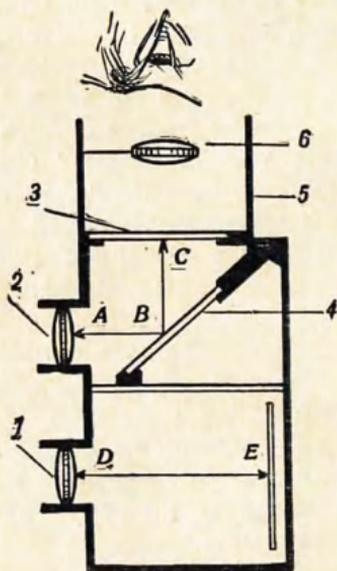

Рис. 22. Схема двухобъективного зеркального фотоаппарата
**Первый тип** — это *двухобъективная* зеркальная камера. На рис. 22 приведена схема такого аппарата. Аппарат состоит как бы из двух этажей. Нижний его этаж представляет собой собственно фотоаппарат, снабженный рабочим объективом 1, а верхний конструктивно очень похож на описанный ранее зеркальный видоискатель и выполняет его роль. Эта часть аппарата состоит из самостоятельного объектива 2, называемого визирным, матового стекла 3 и зеркала 4, установленного под углом  $45^\circ$  к оптической оси объектива. Но, в отличие от обычного зеркального видоискателя, в котором объектив неподвижен, визирный объектив может перемещаться вдоль своей оптической оси. Оба объектива, визирный и рабочий, смонтированы на одной общей подвижной доске или механически связаны между собой и перемещаются одновременно.
Чтобы лучше видеть изображение, над матовым стеклом устанавливают светозащитную шахту 5 (рис. 22), которая обычно делается складной. Для достижения более высокой точности наводки матовое стекло часто заменяют в аппарате плоско-выпуклой (увеличительной) линзой с заматированной плоской поверхностью. Кроме того, над матовым стеклом дополнительно устанавливают небольшую сильно увеличивающую лупу 6.